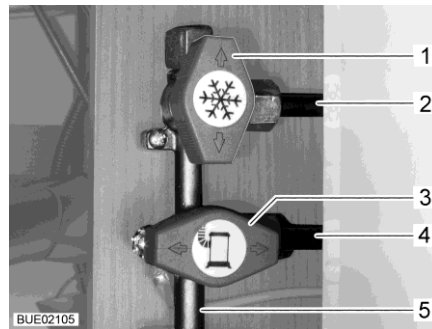

Fig. 99 Position des robinets d'arrêt de gaz (exemple)
- Ouvrir :** ■ Placer le robinet d'arrêt de gaz de l'appareil à gaz concerné parallèlement (Fig. 99,3) à la conduite (Fig. 99,4) amenant à l'appareil.
- Fermer :** ■ Placer le robinet d'arrêt de gaz de l'appareil à gaz concerné transversalement (Fig. 99,1) à la conduite (Fig. 99,2) amenant à l'appareil.